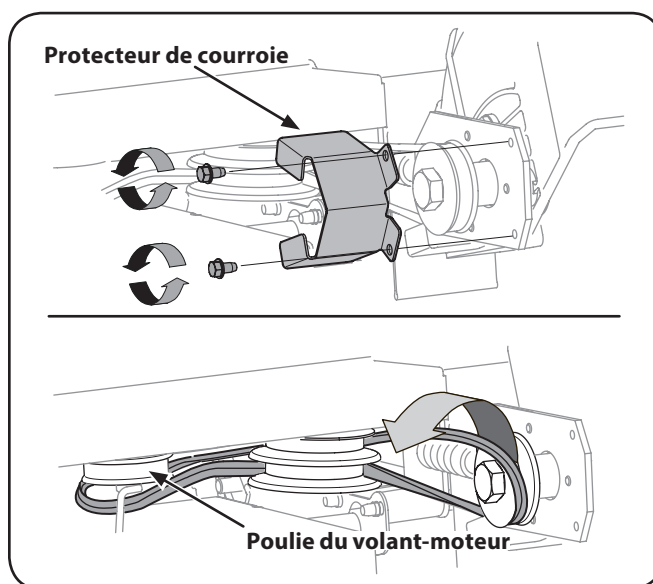

Figure 7-2
3. Pour enlever le protecteur de courroie, desserrez les deux vis autotaraudeuses qui le retiennent au support de lame. Voir Figure 7-2.
4. Retirez avec soin la courroie des poulies et prenez note de la position de la courroie. Mettez la courroie usée au rebut. Voir Figure 7-2.
NOTE : Le côté en forme de V de la courroie doit être placé sur la poulie supérieure et le côté plat doit être sur la poulie inférieure. Voir Figure 7-2.